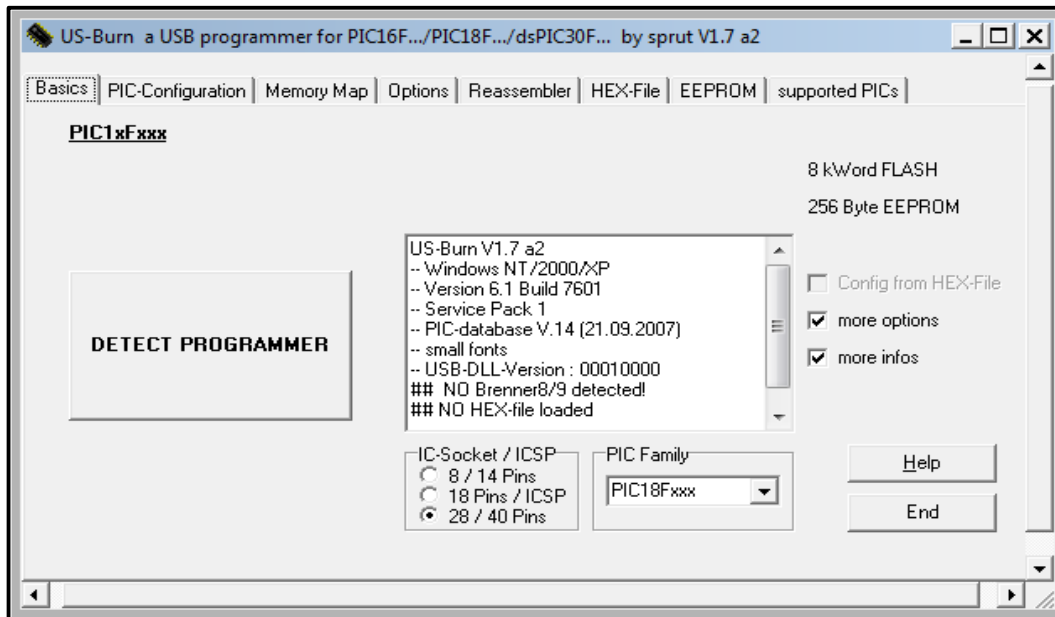

Figura 21. PIC-600
5. Una vez escrito el código, guarde el archivo con el nombre que guste. MicroCode Studio lo guardará con la extensión “**.bas**”. En este caso lo llamaremos **BLINK.bas**, (figura 21).